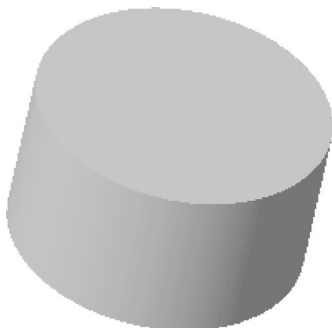

图 16-45 创建拉伸特征一
STEP 03 单击“关闭”面板中的“确定”按钮, 完成截面绘制并退出草绘环境。在“输入侧 1 的深度值”文本框中输入“15”, 单击“完成”按钮, 完成拉伸特征的创建, 效果如图 16-45 所示。